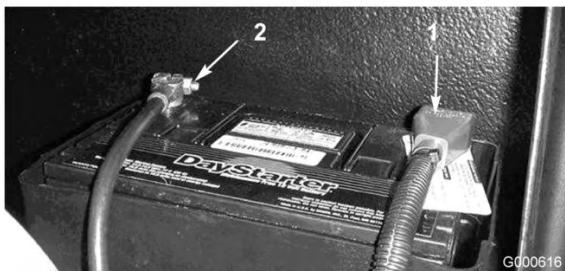

Bild 42
5. Klemmen Sie das Pluskabel (Rot) am Pluspol (+) der Batterie und das Minuskabel (Schwarz) am Minuspol (-) der Batterie an (Bild 42). Befestigen Sie die Kabel mit Kopfschrauben und Muttern an den Polen. Stellen Sie sicher, dass die Plusklemme (+) vollständig auf den Pluspol aufgezogen und das Kabel fest an die Batterie angeklemmt ist. Das Kabel darf die Batterieabdeckung nicht berühren. Ziehen Sie den Gummischuh über den Pluspol, um Kurzschlüsse vorzubeugen.